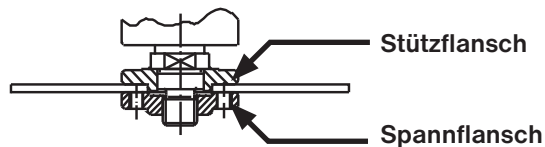

Abb.9
- a) Für dünne Schleifkörper mit einer flachen Innenseite schrauben Sie den Spannflansch (8) mit dem hervorstehenden Ansatz vom Schleifkörper wegzeigend an (Abb. 9).